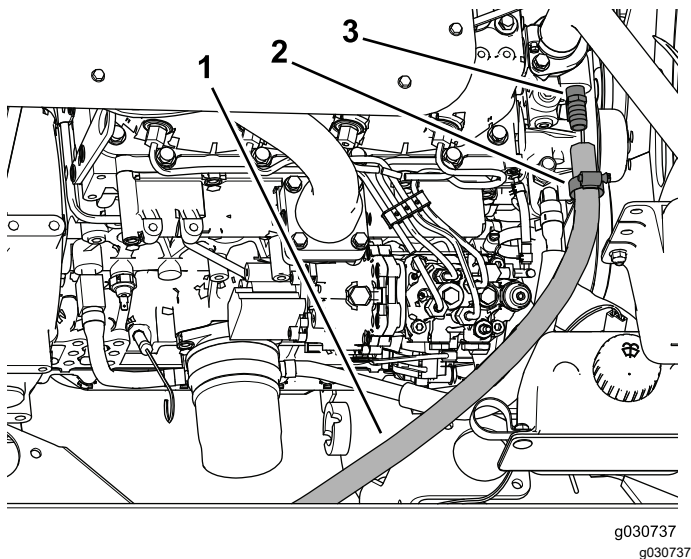

Figura 36
- Coloque la abrazadera sobre la manguera de suministro y luego coloque la manguera sobre el acoplamiento dentado ($\frac{3}{8}$ NPT x 0,625), según se muestra en Figura 36.